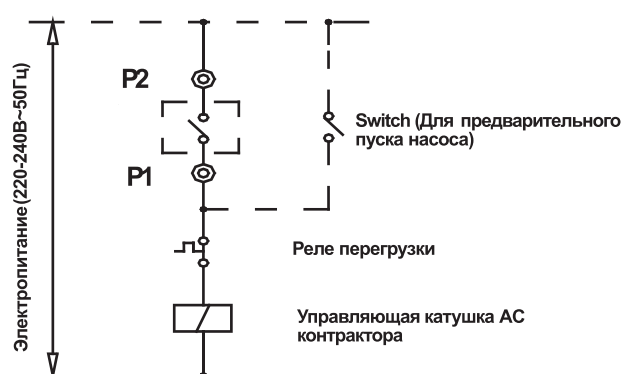

Рис.5-3
- Step 11. Провода управления контактором переменного тока насоса должны быть подключены к соединительным клеммам P1 и P2 ведущего блока, как показано на Рис. 5-3.